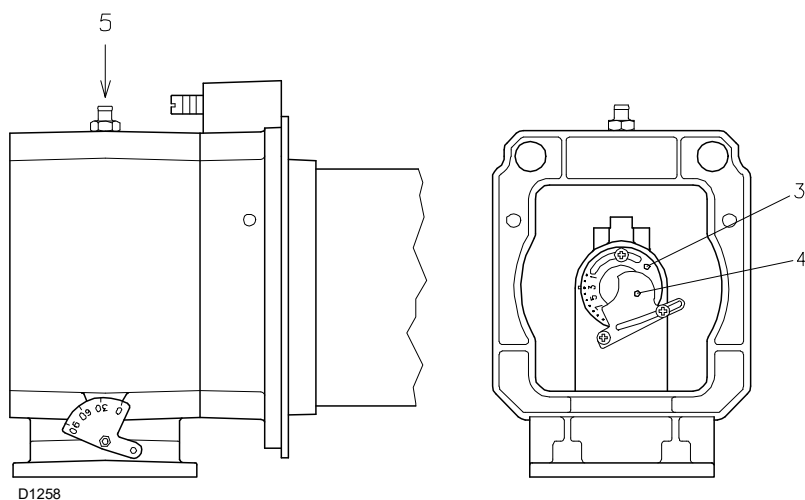

Fig. 3
Utilizzare la vite 1 (Fig. 3); è la stessa prevista per funzionamento a metano.
Pressione misurata alla presa (5)(Fig. 3) con camera di combustione a 0 mbar e bruciatore funzionante in 2° stadio.